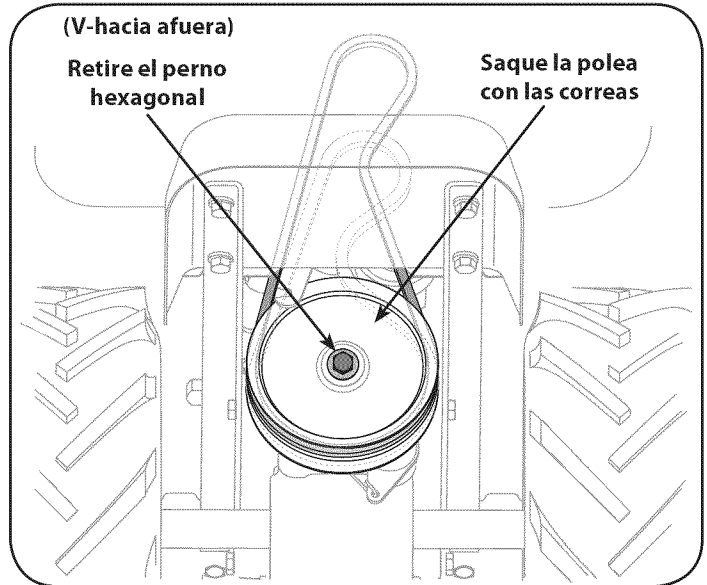

Figura 27
6. Saque los pernos hexagonales que aseguran la polea de transmisión, luego saque la polea y las dos correas. Vea la Figura 27.